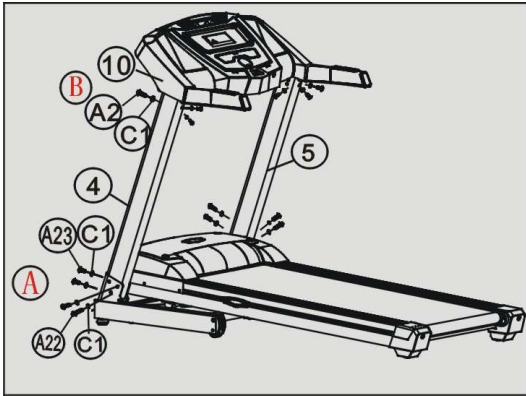

Figure 2
2. Den Bolzen M10x50 (A22) mit der Unterlegscheibe $\Phi 8$ (C1) anziehen. Diese verbinden bereits die linke und rechte Halterungsstange (4, 5) mit dem Rahmen (13). Vorne mit zwei Bolzen M8x20 (A23) und zwei Unterlegscheiben $\Phi 8$ (C1) sowie seitlich mit einem Bolzen M8x50 (A22) und einer Unterlegscheibe $\Phi 8$ (C1) sichern. (Siehe Abbildung 2-B)
3. Den Computer (10) an der linken und rechten Halterungsstange (4, 5) sechs Mal mit je zwei Bolzen M8x16 (A2) und Unterlegscheiben $\Phi 8$ (C1) befestigen. (Siehe Abbildung 2-B)